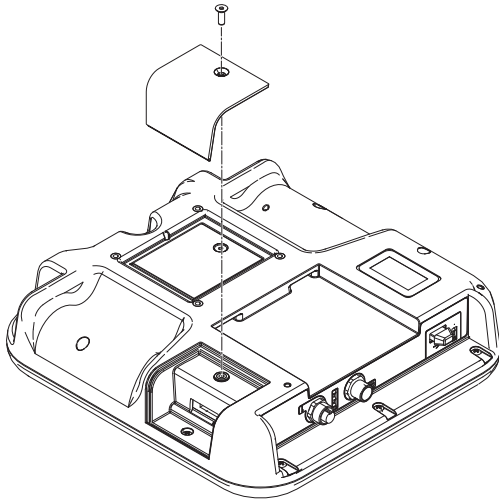

ABB. 2: Entfernen der Token-Zugangsabdeckung
1. Legen Sie das ADM verkehrt auf eine ebene Oberfläche und entfernen Sie die Token-Zugangsabdeckung (L), wie in **Abbildung 2** zu sehen.